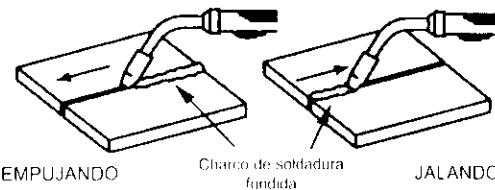

Figura 9. Dirección del desplazamiento de la pistola
**1. LA DIRECCIÓN DEL DESPLAZAMIENTO** es el sentido en que se mueve la pistola con relación al charco de soldadura fundida. Se puede EMPUJAR (ver la Figura 9) hacia el charco o JALAR alejándose del charco.